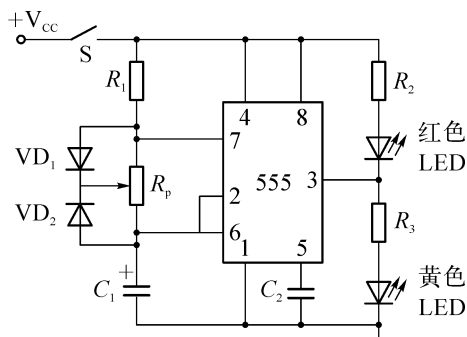

图 1
- (1) 小明构思了四种运动方式来实现支撑件的升降运动,不合理的是(单选)\_\_\_\_\_。
- (2) 请在头脑中构思符合设计要求的多个方案,并画出最优方案的设计草图(电机可用方框表示,支撑件与龙灯之间的连接可不表达),简要说明方案的工作过程。
(3) 在草图上标注主要尺寸。
15. 小明完成了 14 题中机械装置的制作后,为了点缀龙灯,设计了如图 1 所示的实验电路,使红色、黄色 LED 交替发光。请完成以下任务: